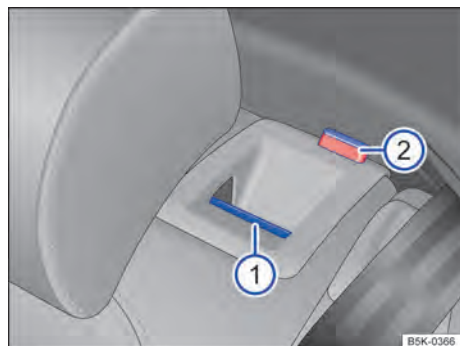

Fig. 64 No encosto do banco traseiro: botão de destravamento.
- Puxar o botão de destravamento → Fig. 64 ① para frente e, ao mesmo tempo, rebater o encosto do banco traseiro para frente.
- A respectiva parte de encosto do banco traseiro estará destravada quando a marcação vermelha → Fig. 64 ② estiver visível.
- A marcação vermelha → Fig. 64 ② não pode mais estar visível.